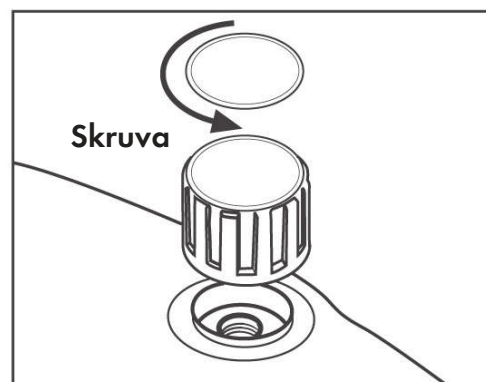

Fig. 16
Lätta på trycket i ångaggregatet genom att stänga omkopplaren (11) och släppa ut all ångan med hjälp av ångknappen (18) på handtaget. Stäng sedan av apparaten med huvudströmbrytaren (10). Låt ångaggregatet svalna, dra ut stickproppen ur eluttaget och öppna säkerhetsproppen försiktigt (**Fig. 16**). Ta loss stommen (1) från uppsamlingsbehållaren (2). Fyll ångaggregatet med avkalkningsmedel utspätt med 20 % vatten (0,2 liter till 1 liter vatten). Låt medlet verka i minst 10 minuter med apparaten avstängd.